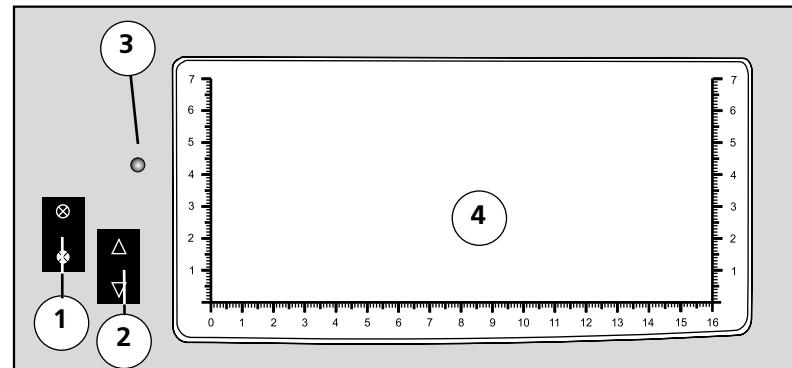

Рис. 2
1. Подключите детектор к сети (220 В, 50 Гц). При этом начнёт светиться индикатор подключения к электрической сети (рис. 1, поз. 3). Включите детектор нажатием клавиши выключателя «Сеть» на задней панели (рис. 1, поз. 7) – просмотровая зона (рис. 2, поз. 4) осветится синим или белым светом, в зависимости от положения переключателя "УФ/белый свет".
2. Расположите одну или несколько банкнот на передней панели детектора в просмотровой зоне (рис. 2, поз. 4).
детектора (рис. 2, поз. 1) выберите необходимый режим работы:
При помощи переключателя (рис. 2, поз. 2) можно выбрать режим проверки в белом свете: